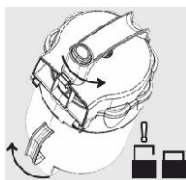

Рис. 16
3. Чтобы разблокировать крышку пылесборника, поверните ее и контейнер как показано на (рис. 16).